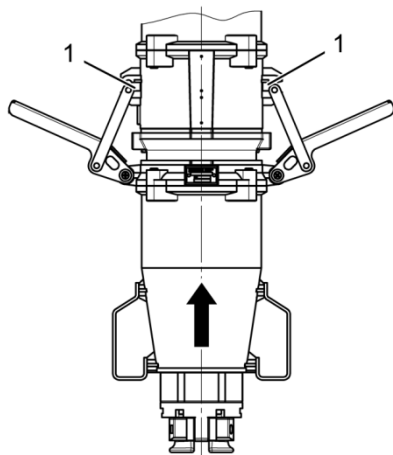

Abb. 61: Verschlusshebel einhaken
2. Verschlusshebel des Steckers an der Rille der Dose einhaken (Abb. 61 /1).